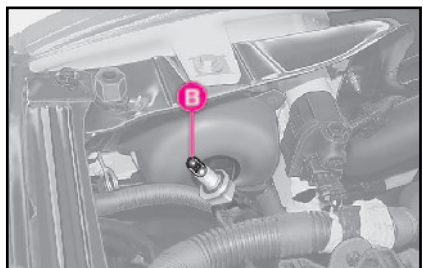

fig. 16
2) sortir la lampe **B**-fig. 16;